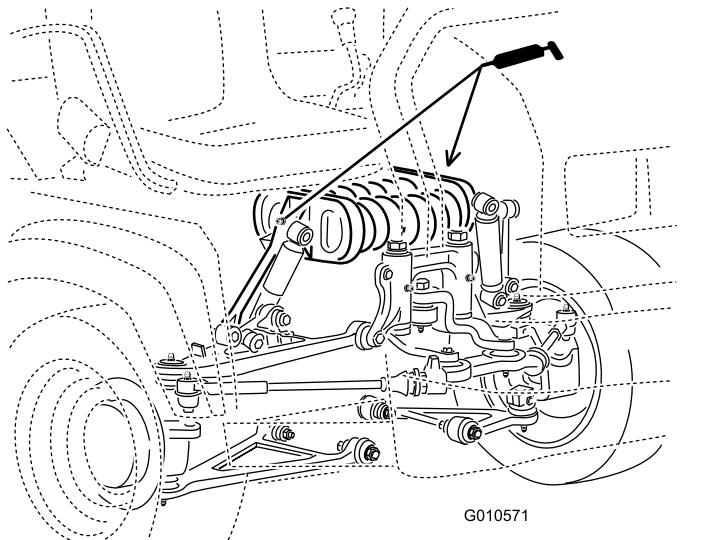

Figura 37
- **Armazón de muelle (2);** consulte la Figura 37